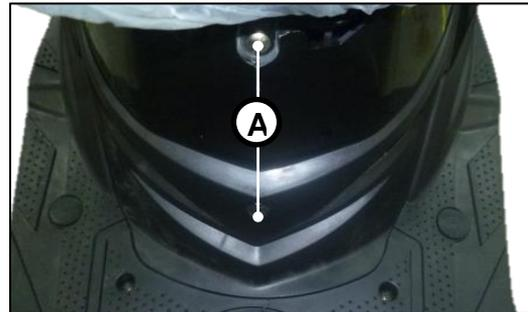

Fig. 9.16
Removemos tornillos de carenados de silla frontales. (A) Fig. 9.16